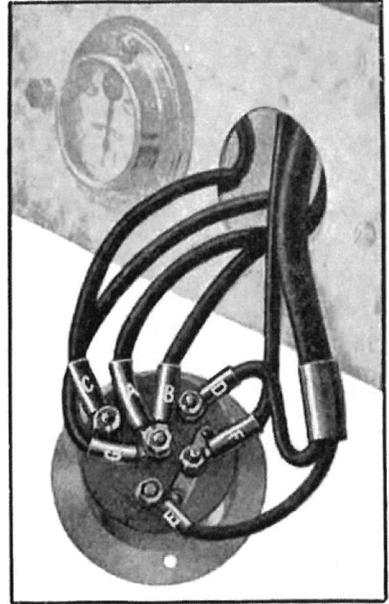

Fig. 376. — Branchement du commutateur d'éclairage.
- 4—Débrancher du commutateur le câble allant à la borne AR. (*f*, *fig. 376*).